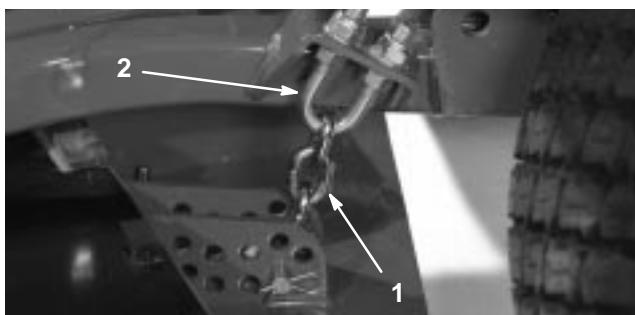

Figure 78
1. Desserrez les écrous de blocage en haut ou en bas de l'étier fileté de la chaîne de hauteur de coupe (Fig. 78).